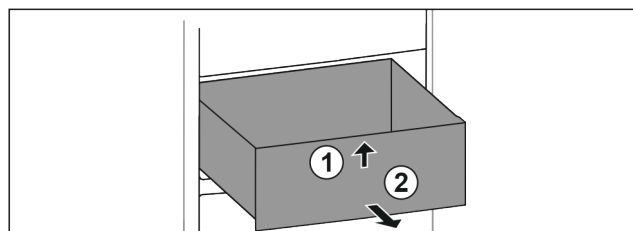

Fig. 28
- ▶ Soulever la partie avant du tiroir. Fig. 28 (1).
- ▶ Retirer le tiroir par l'avant. Fig. 28 (2)